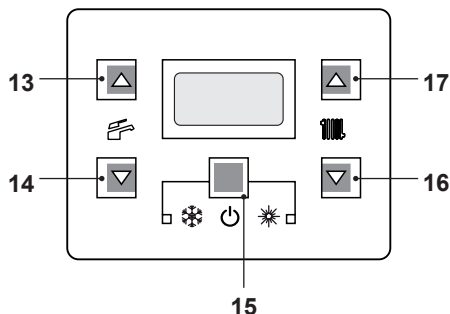
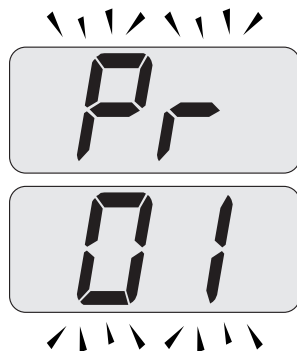
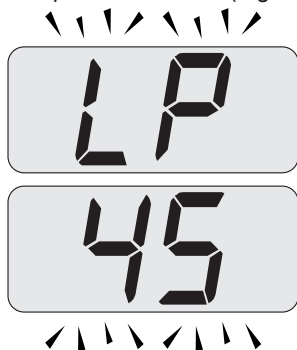

Figura 7.2
Figura 7.3
Figura 7.4
- Entrare in "modalità programmazione" premendo contemporaneamente per 10 secondi i tasti 15 - 16 - 17 (Figura 7.2) fino a far apparire sul display LCD le lettere **Pr** che si alternano con il codice **01**, indicanti l'entrata nel "parametro 01" (Figura 7.3).
- Premere contemporaneamente i tasti 16 e 17 (Figura 7.2) fino a far apparire sul display LCD le lettere **LP** che si alternano con il valore di temperatura dell'acqua di riscaldamento (es. **45**), indicanti l'entrata nell'attivazione della "funzione spazzacamino" alla potenza minima (Figura 7.4).
- Premere il tasto 16 (Figura 7.2) fino a far apparire sul display LCD le lettere **LP** che si alternano con il valore di temperatura dell'acqua di riscaldamento (es. **60**), indicando l'entrata nell'attivazione della "funzione spazzacamino" alla potenza minima in sanitario (Figura 7.7).
2 secondi il tasto 15 (Figura 7.2) fino a far apparire sul display LCD il simbolo  (Figura 7.8).